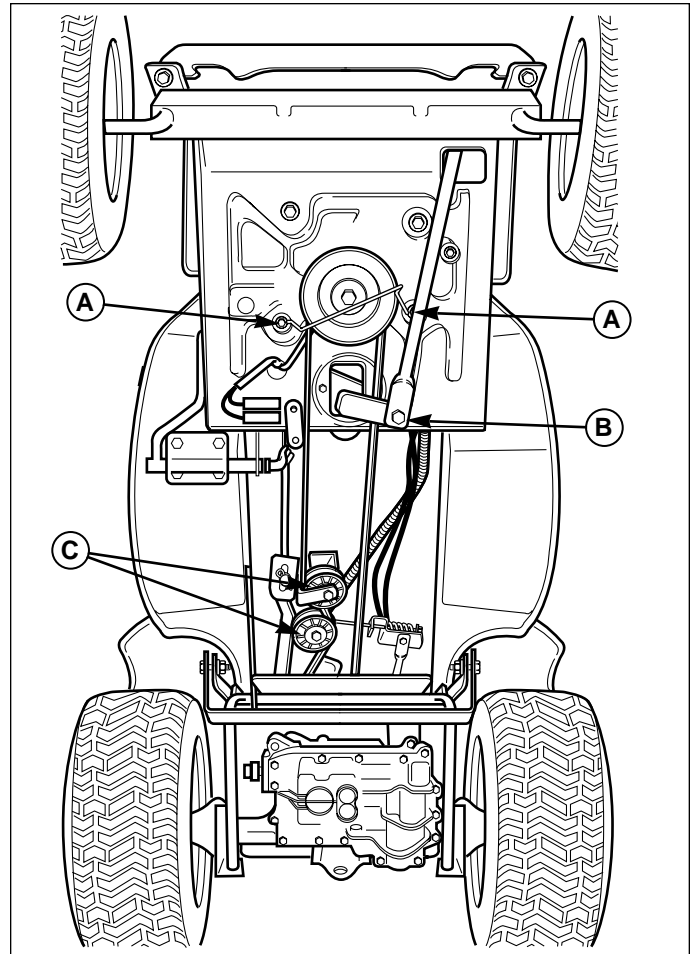

Figure 42. Remplacement de la courroie de transmission
3. Retirer les écrous de fixation du guide de courroie de la poulie de moteur (A, Figure 42).
4. Retirer la boulonnerie de la barre de rappel arrière (B, Figure 42). Lors du remontage, appliquer un composé pour verrouillage de filet sur l'écrou avant de le serrer.
6. Noter l'emplacement du guide de la courroie de galet tendeur. Desserrer la boulonnerie de fixation des galets tendeurs (C, Figure 42).
7. Avec précaution, faire passer la courroie par-dessus la poulie de la transmission et la dégager des galets tendeurs (C, Figure 42).